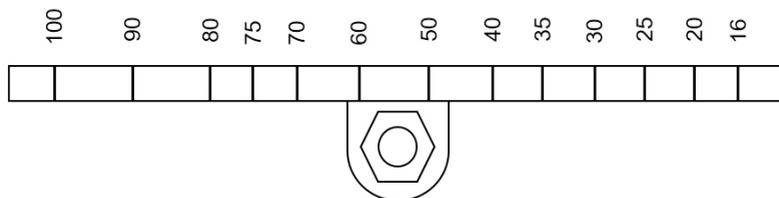

Fig. 31 AEL7 Bras de course (8 kN+)
- Desserrez l'écrou de blocage du curseur de course (10 mm s/p) et déplacez avec précaution le curseur jusqu'à la course requise, comme indiqué sur le bras (figure 31).